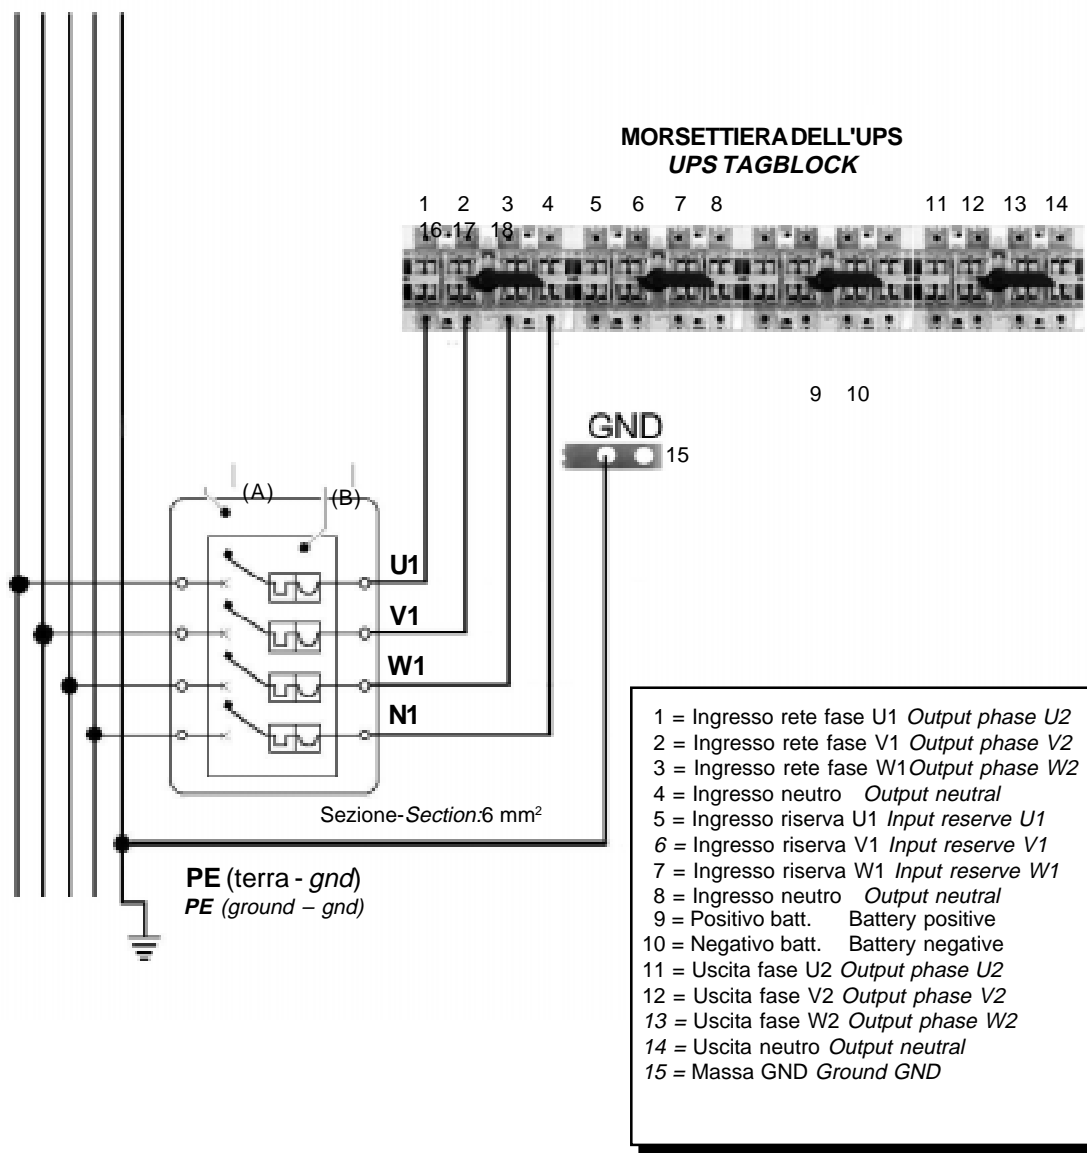

Fig. 2.8 - Allacciamento provvisorio per la ricarica delle batterie
- 2) Collegare alla barra di terra "15" dell'UPS il cavo di terra (fig. 2.8).
- 3) Collegare il cavo della tensione di rete (fig. 2.8) ai seguenti morsetti dell'UPS:
- 2) Connect the ground lead to the "PE" bar of the UPS (Fig. 2.8).
- 3) Connect the mains voltage lead (see Fig. 2.8) to the following UPS terminals: